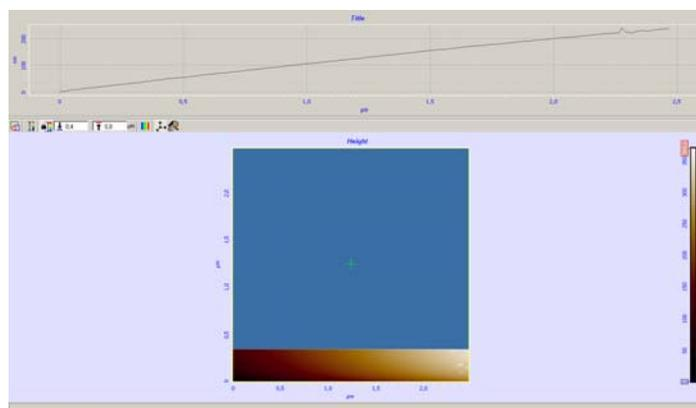
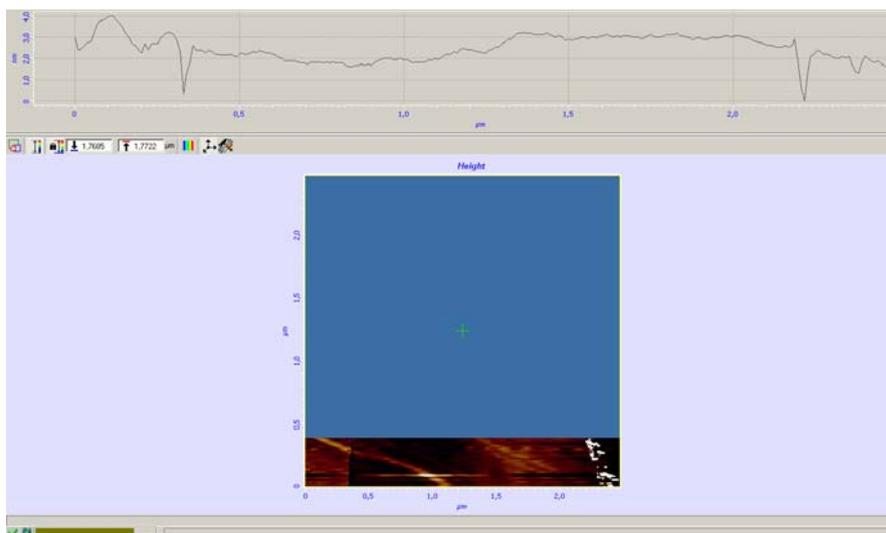

Рис. 10-17
Рис. 10-20
- Начнется построчное сканирование зондом поверхности образца и в отображения 2D-данных сканирования, строчка за строчкой, начнет появляться изображение сканируемой поверхности (Рис. 10-17), на нашем примере изображение поверхности графита;
- На панели отображения 1D-данных будут отображаться поочередно линии профиля рельефа сканируемой поверхности (Рис. 10-17);
На приведенном выше примере (Рис. 10-17) видно, что образец имеет некоторый наклон по оси X.
Если щелкнуть на этой кнопке и в раскрывшемся списке выбрать **Plane**, то будет выполнено вычитание плоскости. Изображение, которое до этой процедуры имело вид, как на Рис. 10-17 будет иметь вид примерно, как на Рис. 10-20. На осциллографе текущая строка профиля сканирования также будет отображаться с учетом вычитания наклона.